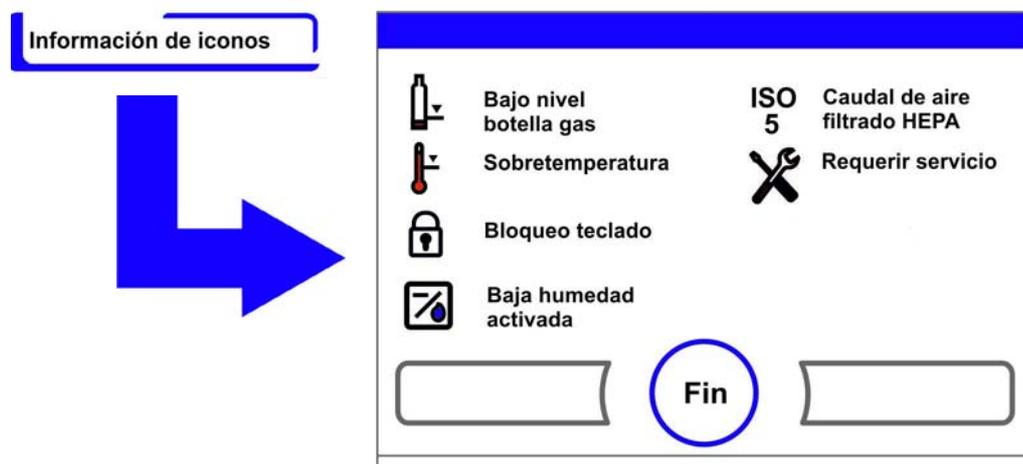

Figura 6-45. Información de iconos
- Se muestra el cuadro de información de Figura 6-45.